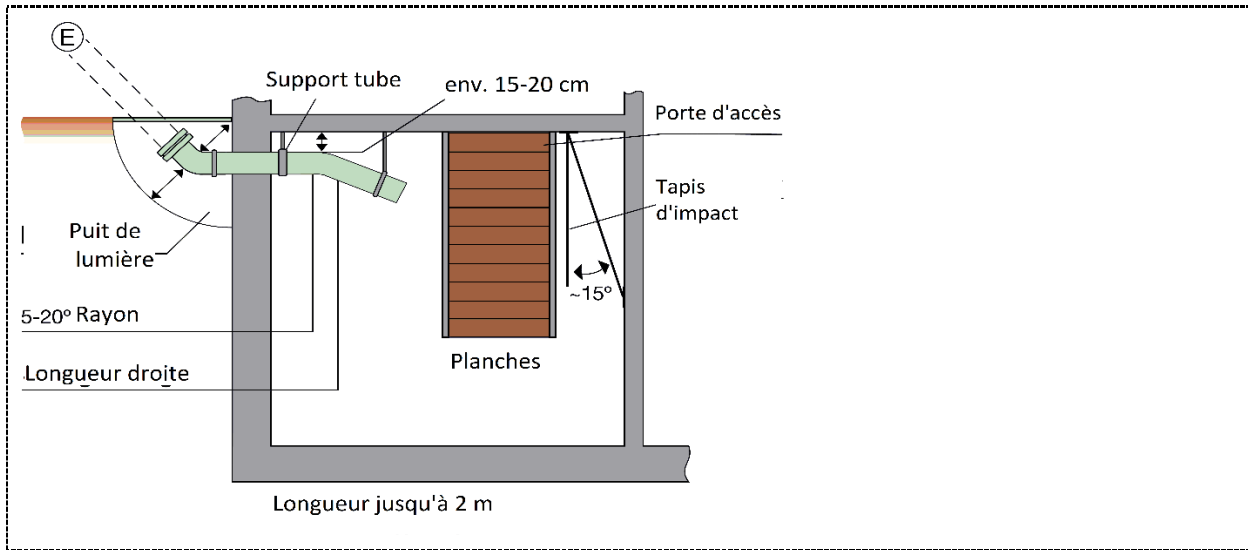

Figure 9 : Bonnes pratiques pour concevoir un local de stockage d'une profondeur < 2 m
Les petits silos, d'une profondeur inférieure à 2 mètres exposent les granulés à un risque élevé de fracture causée par l'impact. Une conception particulière du tuyau de remplissage et du tapis d'impact (voir Figure 9) contribue à atténuer les contraintes mécaniques excessives sur les granulés:
- La sortie du tuyau de remplissage dirige le flux de granulés légèrement vers le bas (voir Figure 9). On utilise un tuyau coudé entre 15 et 20 degrés, terminé par une section droite de 30 cm. On peut également utiliser un tuyau de remplissage conducteur fermement fixé pour former cette section droite finale. Dans ce cas, le pas de vis interne doit être en parfait contact avec le tuyau métallique pour assurer la mise à la terre de la totalité du tuyau de soufflage.